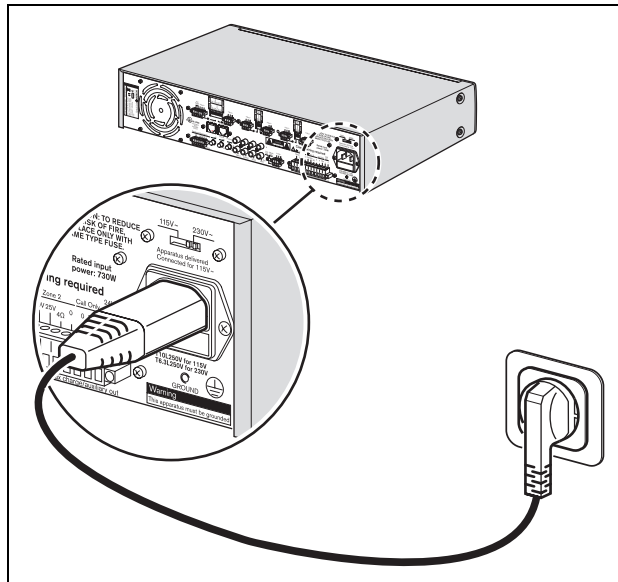

figure 3.2: Connexion d'alimentation et sélecteur de tension
- 1 Assurez-vous que le sélecteur de tension (115V/230V) est correctement réglé pour la tension du secteur de votre pays (voir figure 3.2).